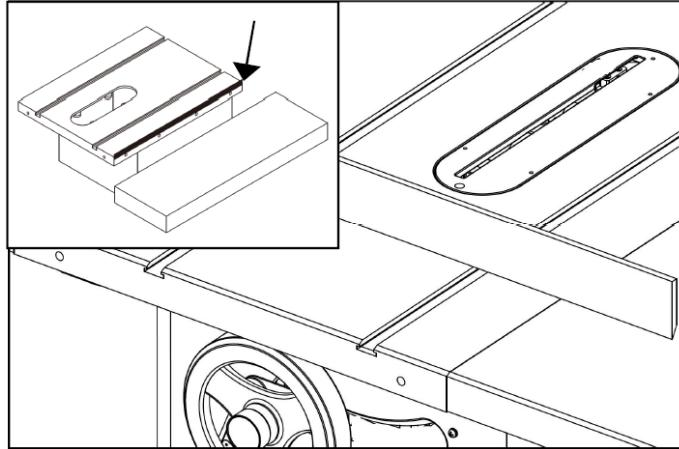

Рисунок 7
УСТАНОВКА РАСШИРИТЕЛЕЙ СТОЛА (РИС.7)
4. Используйте линейку, чтобы проверить, находится ли основной стол в одной плоскости с расширителем стола. Если нет линейки, используйте полоску клейкой ленты, чтобы это настроить одинаковые плоскости столов, путем регулирования удлинителя вверх или вниз, как показано стрелкой на Рис. 7.